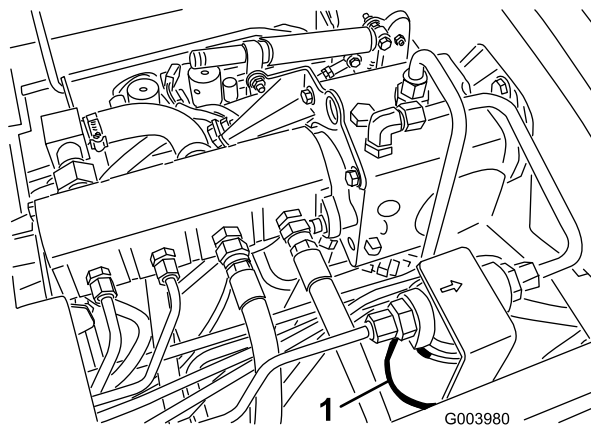
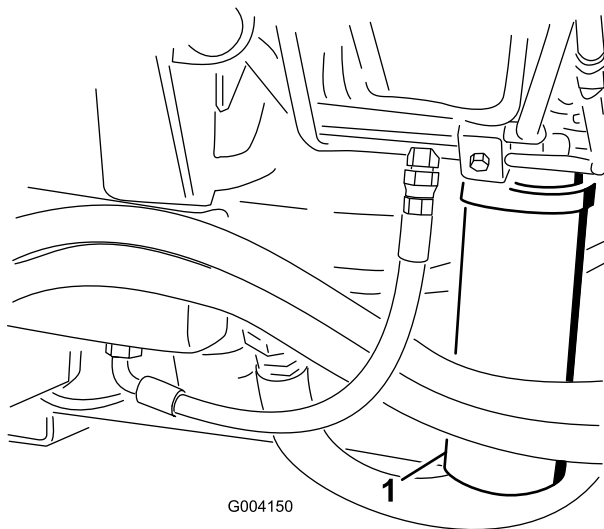

Figura 71
Figura 72
2. Pulite l'area di montaggio del filtro e collocate una bacinella di spurgo sotto il filtro (Figura 71 e Figura 72).